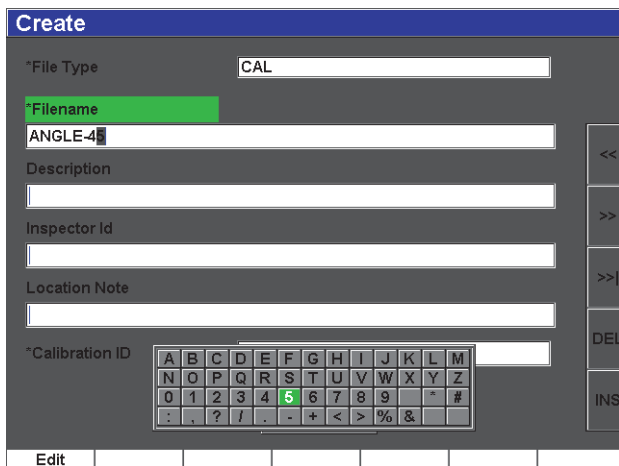

图 2-21 虚拟键盘
- 使用飞梭旋钮或箭头键在虚拟键盘中浏览（参见第 50 页的图 2-21）。
- 按 **INS**（插入），插入一个字符（参见第 50 页的图 2-21）。